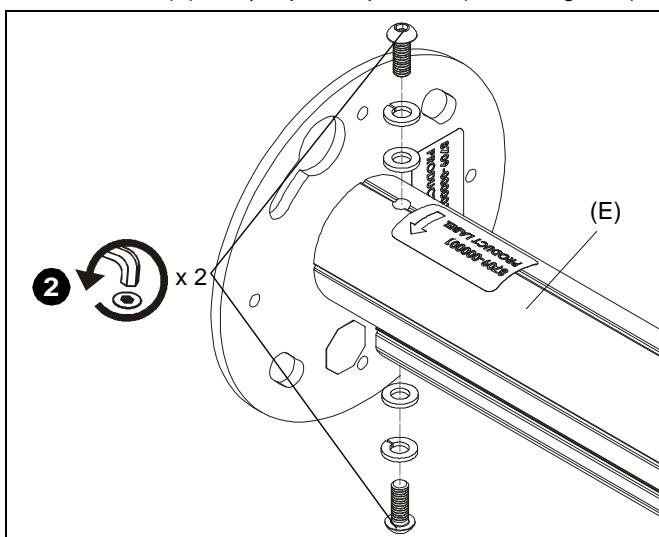

Figure 2
- Retirez deux vis à tête ronde, deux rondelles de sécurité et deux rondelles plates qui fixent la colonne du support de série KITE (E) à la plaque adaptatrice. (Voir la Figure 2)